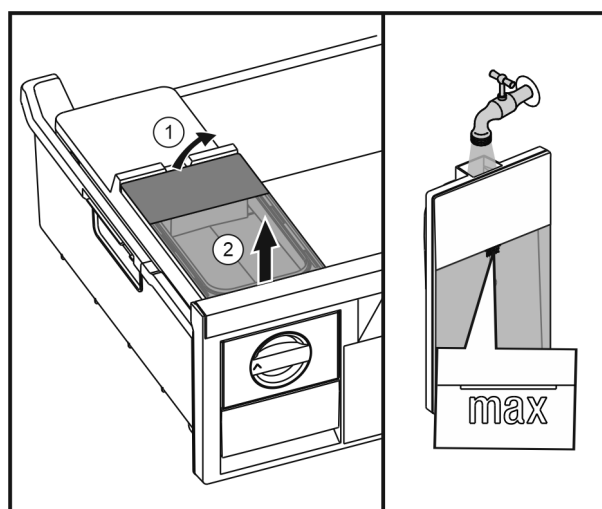

Fig. 46
- ▶ Podnieść zbiornik wody od tyłu Fig. 46 (1) i wyjąć go do góry Fig. 46 (2).